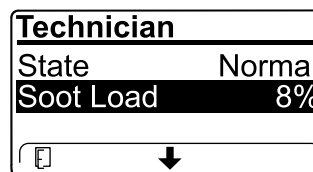

Bild 67
- Zeigen Sie die Rußlast an, die als Prozentsatz des Rußes im Dieselpartikelfilter (Bild 67) gemessen wird, siehe Tabelle für die Rußlast.